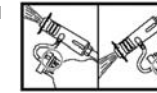

Figura 4
- Gire el indicador de la tapa del tanque de jabón hacia la posición "UP" (arriba) o "DOWN" (abajo) (Figura 4). Use "UP" para rociar en un ángulo hacia arriba (por ejemplo, para alcanzar el segundo piso de un edificio). Use "DOWN" para rociar a un ángulo hacia abajo para un patio o terraza.